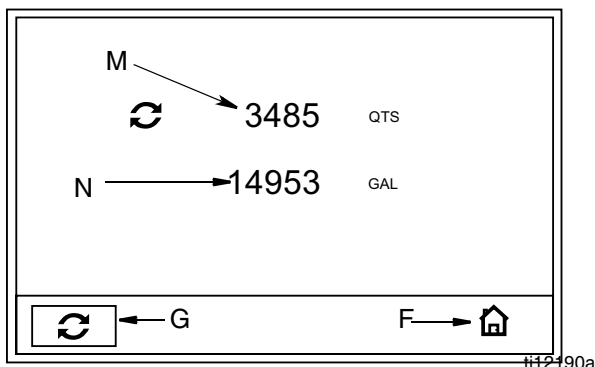

ABB. 26
Gesamt mengenanzeige (ABB. 26)
Abbildung der Felder F, G und M bis P in ABB. 26
2. Betätigen Sie für eine Bestätigung der Auswahl die mittlere EINGABE-Taste. Es erscheint die Gesamt mengenanzeige (Totals) (ABB. 26).
3. Um die Gesamt mengenanzeige (M) auf Null zurückzusetzen, bewegen Sie den Cursor mit der LINKS- bzw. RECHTS-Pfeiltaste über die Reset-Taste (G).